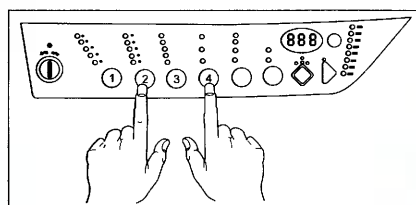

Рис. 8
Порядок разборки узла протяжки, прожига и отрезания мастер-пленки показана на рис. 8, 9 и 10.
- откручивают винты крепления узла (рис. 8),
Для того чтобы сбросить код ошибки, необходимо одновременно нажать кнопки 2 и 4 во время прохождения тестового режима (рис. 8).